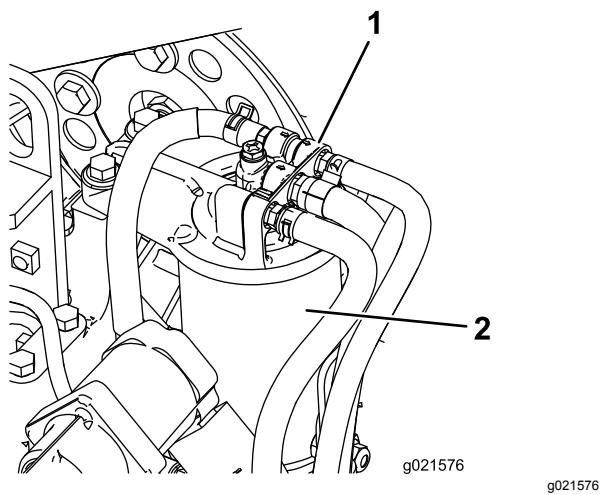

Figura 60
- Limpie la zona alrededor del cabezal del filtro de combustible (Figura 60).
2. Retire el filtro y limpie la superficie de montaje del cabezal del filtro (Figura 60).